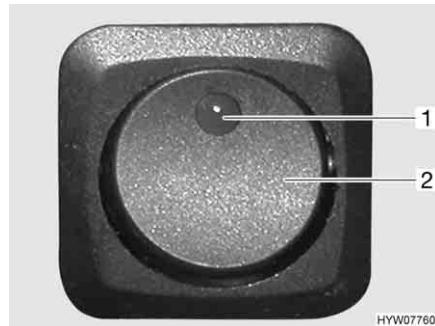

Fig. 12 Interruttore per luce con regolazione in curva/luce fendi-nebbia
- Premere l'interruttore (Fig. 12,2). La spia verde di controllo (Fig. 12,1) nell'interruttore indica il funzionamento.